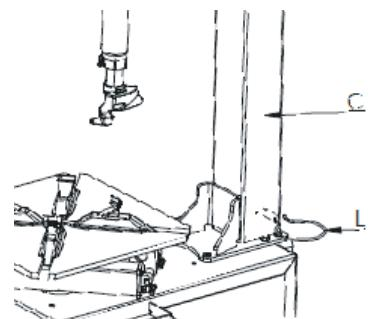

Abb. 7
- Nehmen Sie die Halterung (L, Abb.7) aus der Kiste mit Zubehör.
- Befestigen Sie die Halterung in den zu diesem Zweck in der Säule integrierten Löchern. (C, Abb.7).